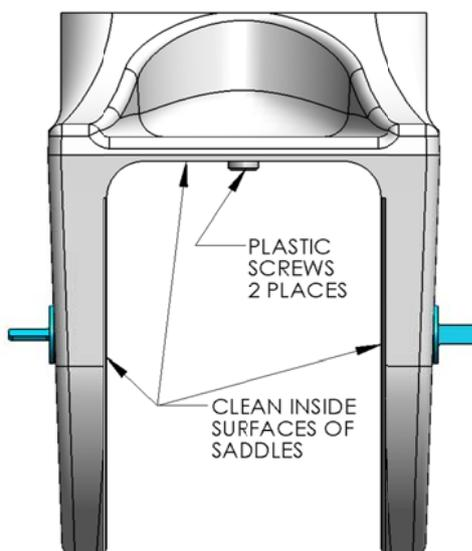

FIGURA 11 - PULIZIA DELLE SELLE
- 2) Accertarsi che ciascuna sella contenga 2 viti di plastica che garantiscano una distanza dell'adesivo di 2 mm sulla superficie superiore dello scafo come mostrato in Figura 11.
- 3) Pulire accuratamente con alcol o acetone le superfici interne delle selle della base del giroscopio per rimuovere eventuali tracce di contaminanti come mostrato in Figura 11. Per la pulizia, utilizzare tovaglioli di carta nuovi e non panni da officina.